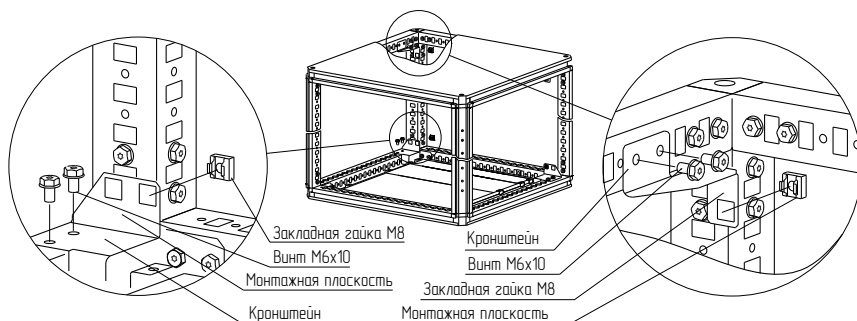

Рисунок 3
4.1.2 Закрепить на крыше и основании кронштейны винтами с самонарезающей резьбой M6x10 (рисунок 3).
4.1.3 Установить закладные гайки М8 в квадратные отверстия кронштейнов (рисунок 3).